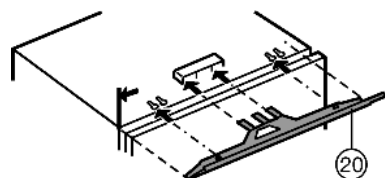

Fig. 8
- ▶ Vyrovnávací lištu Fig. 8 (20) namontujte na straně držadla v rovině l- s boční stěnou přístroje: zasuňte do úchytu a zahákněte do aretačního otvoru.